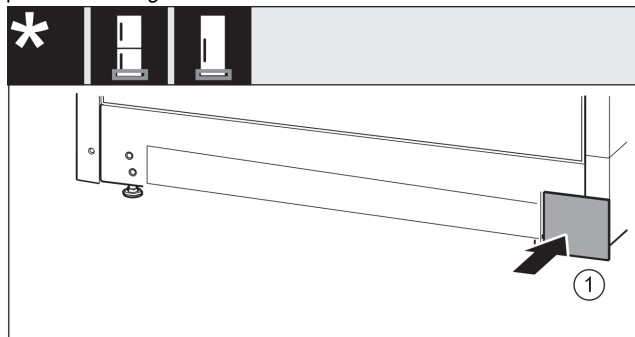

Fig. 19
- ▶ Poggiare nuovamente la copertura sull'altro lato. Fig. 19 (1)